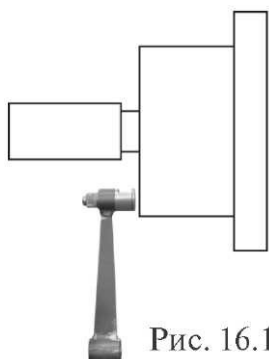

Рис. 16.1
21.1.1. Калибровка тракта измерения дистанции. Для оценки погрешности устройства ввода дистанции выдвиньте штангу ввода параметров и уприте рукоятку в задний торец фланца вала, как показано на рис. 16.1. При этом на экране ввода геометрических параметров (см. рис.10.2) появится величина дистанции. Если величина дистанции не равна
Нажмите кнопку «MENU», в открывшемся окне MENU выберите пункт 7 «Далее», нажав кнопку 7 в верхнем ряду клавиатуры. Откроется вторая страница окна MENU (см. рис.16.1). Выберите пункт 3 «Тест», нажав кнопку 3 в верхнем ряду клавиатуры. Откроется окно ТЕСТ (рис.21.1).